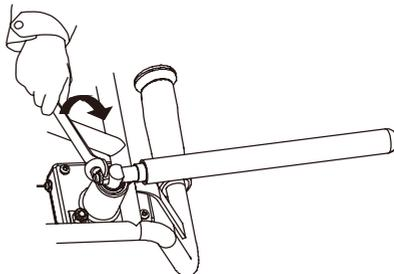

Рис. 4 Установка рычага тормоза
7. Установите рычаг тормоза (Рис. 4). Вставьте резьбовой конец рычага тормоза в отверстие под тормозной системой и затяните контргайку.